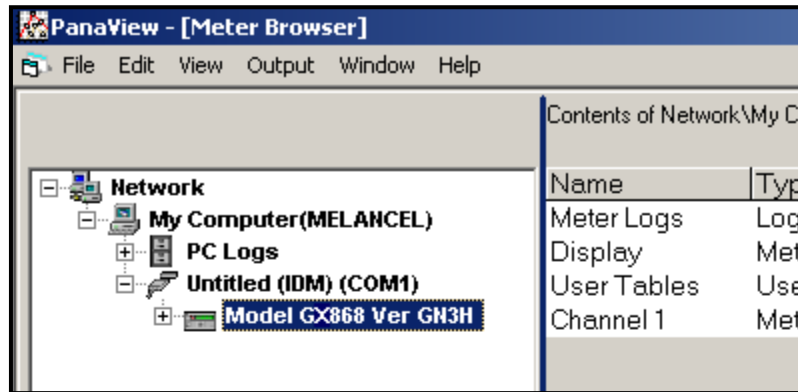

Figura 23: El árbol de red actualizado
Si la inicialización se realiza correctamente, el navegador de medidores muestra una lista similar a Figura 23.
1. Resalte el medidor (como se muestra en Figura 23 en la página 85).